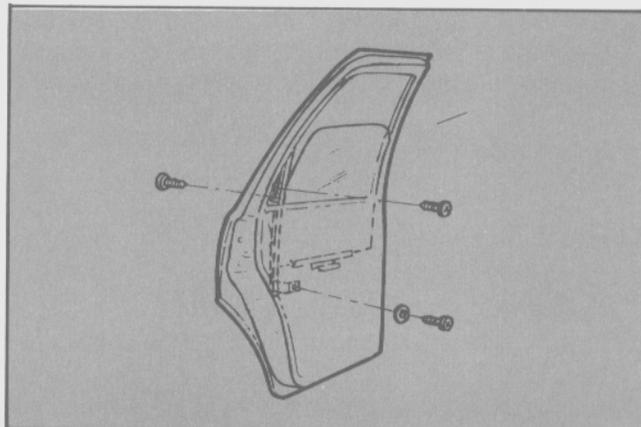

Fig. 54 - Tornillos de fijación de la prolongación de la coliza.
- Retirar los tres tornillos de fijación de la prolongación de la coliza del cristal (Fig. 54).
- Colocar los 3 tornillos de fijación de la prolongación de la coliza (Fig. 54).